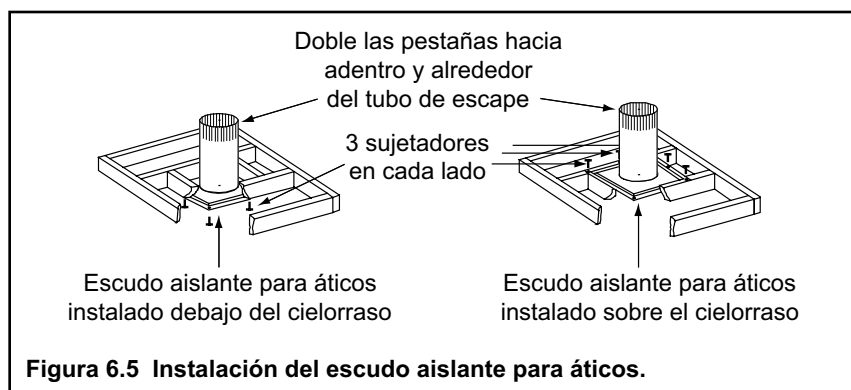

Figura 6.5 Instalación del escudo aislante para áticos.
- El escudo aislante para áticos puede ser instalado sobre o debajo del cielorraso (vea la figura 6.5).